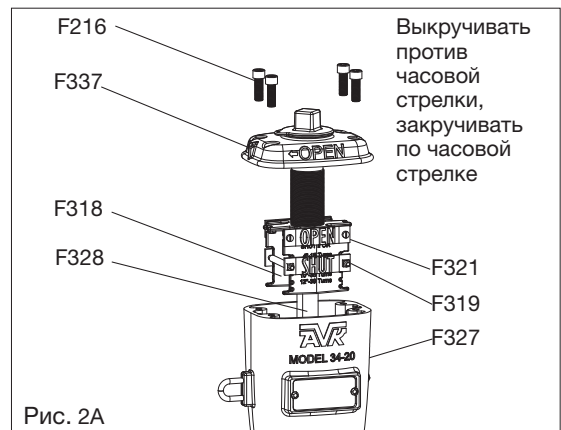

Рис. 2A
1. С помощью 10мм ключа-шестигранника выкрутить 4 шт. болта (F216), крепящие крышку(F337) на верхней части/ верхнем стволе (F327) – см. Рис. 2A.